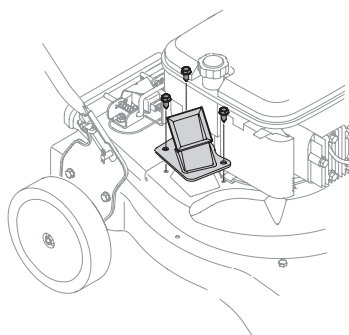

Figura 20
- Ajuste los tres tornillos de cabeza hexagonal que sostienen el canal de la cortadora a la caja superior. Vea la Figura 20.